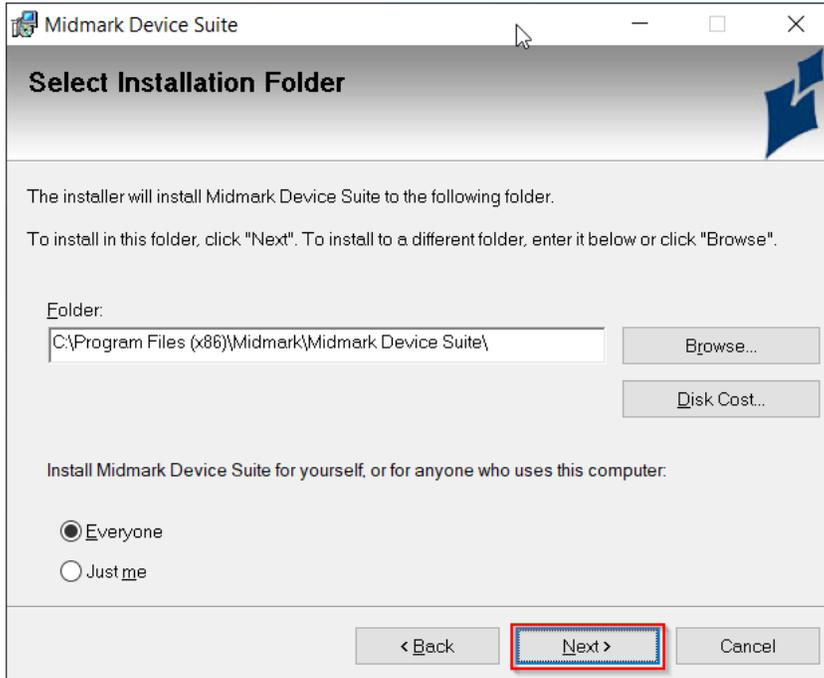

Figure 9. Fenêtre contextuelle pour sélectionner l'emplacement de l'installation de Midmark Device Suite.
- La fenêtre contextuelle illustrée ci-dessous dans la figure 9 s'affiche. Les options par défaut sont remplies automatiquement comme indiqué ci-dessous. Ces options peuvent être modifiées en fonction des préférences de l'utilisateur. Lorsqu'on est satisfait de ses choix, cliquer sur le bouton « Suivant ».